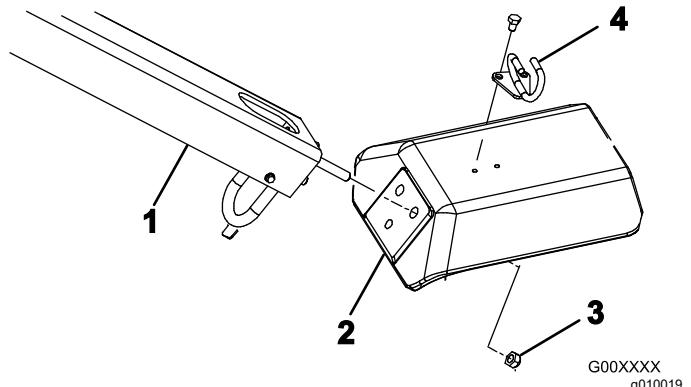

Figure 4
- Insérez les goujons de fixation du timon dans les trous de la fourche (Figure 4).
- Fixez les goujons sur la fourche (Figure 4) à l'aide de 3 contre-écrous (1/2 po).
- Fixez le guide-câble au sommet de la fourche (Figure 4) à l'aide de 2 boulons (5/16 x 1/2 po).